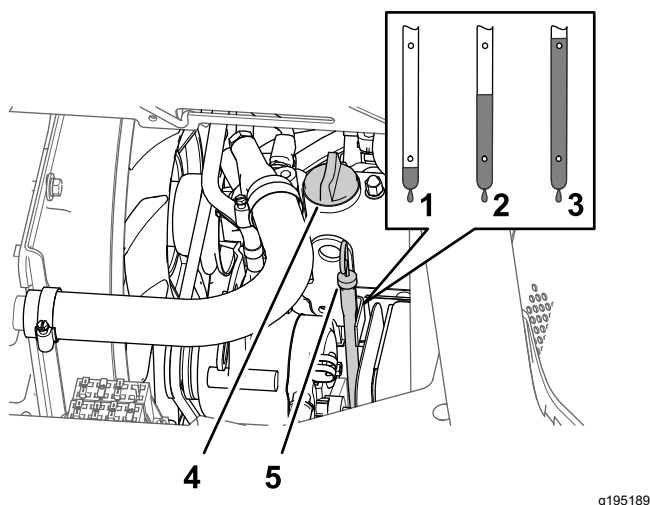

图 68
5. 从发动机气门室盖的加油颈上取出加油颈盖图 68 慢慢从加油颈注入规定油量的大约 80 %。
6. 取出量油尺并检查发动机中的机油油位 (图 68)。
7. 慢慢注入规定油量的剩余部分使油位达到量油尺上的“已满”标记处图 68。
8. 将加油颈盖装入加油颈将量油尺装入量油尺管道图 68。